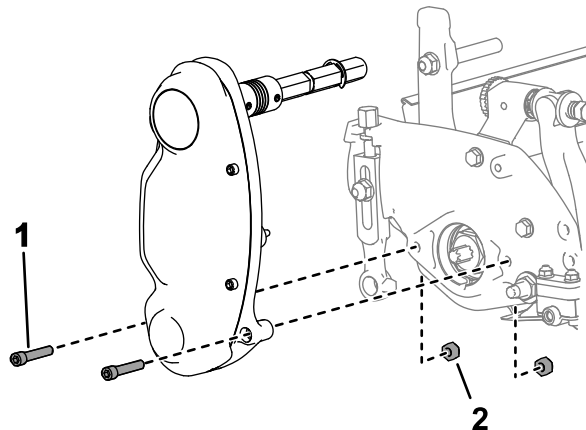

Рисунок 13
- Снимите детали крепления узла привода барабана к боковой пластине (Рисунок 13).
- Отверните гайки с внутренней стороны боковой пластины (Рисунок 13).